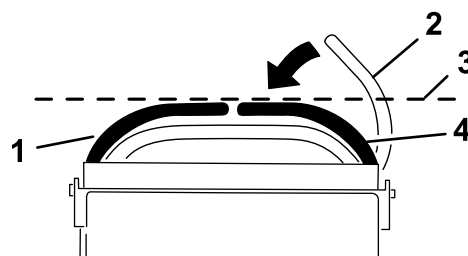

Figura 60
4. Compruebe la alineación horizontal de las palancas de control de movimiento (Figura 60).